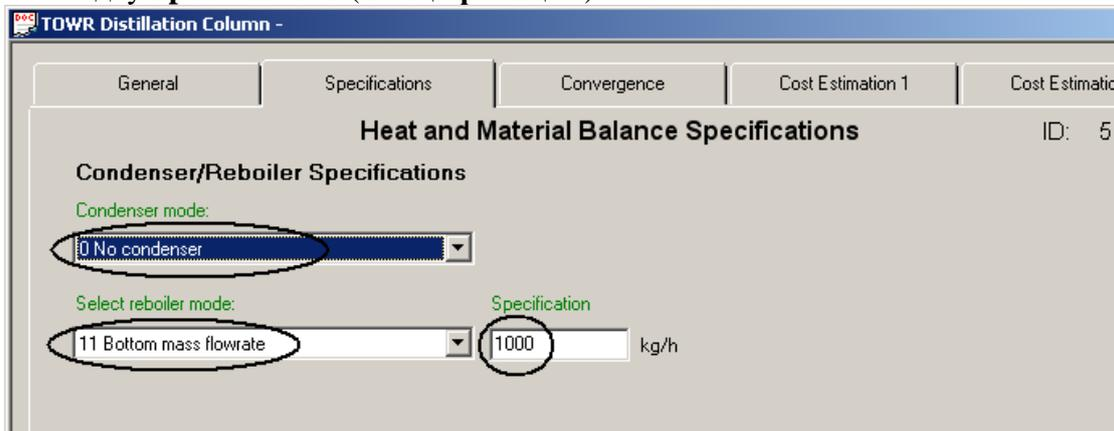

Рис. 5. Настройка колонны ID №6. Вкладка «Specifications».
8. После завершения ввода параметров во вкладке **General** перейти на следующую вкладку **Specifications (Спецификации)** – см. *Рис. 5*.